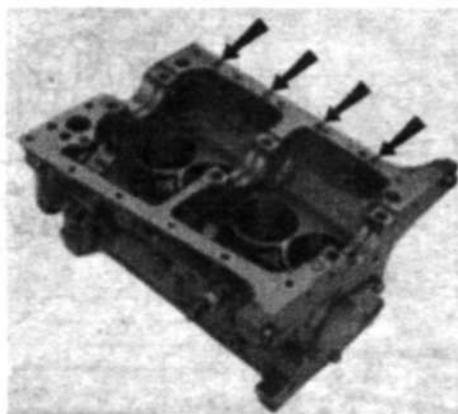

Рис.1.13. Стрелками показаны буквы, указывающие на класс цилиндров в соответствии с их фактическими диаметрами (раздел 29).
5. На блоке цилиндров рядом с каждым цилиндром имеются буквы. Те же самые буквы можно найти на нижней поверхности каждого поршня. Это стандартные размеры поршней, которые будут одинаковыми для всех цилиндров. Если вы устанавливаете стандартные поршни или меняете стандартные высококомпрессионные кольца на стандартные же высококомпрессионные, необходимо подобрать поршни с теми же буквами, что и старые (см. рис.1.13).